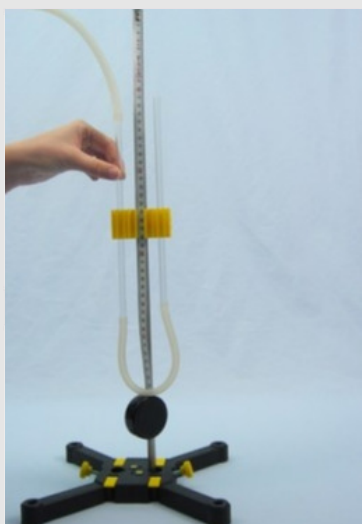

Fig. 17
2. Trae los niveles de agua en la pierna a y b a la misma altura (presión inicial igual a la presión del aire exterior, **Fig.17**).